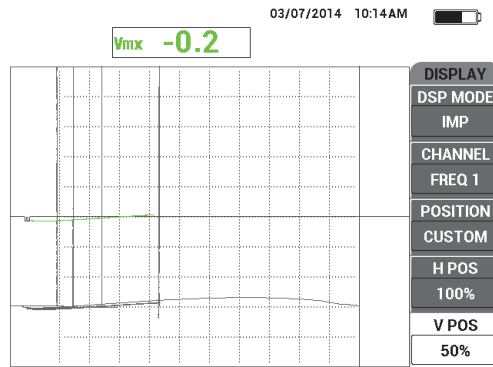

図 5-44 基準となる垂直マークを使用した厚さ評価
8. 基準となる垂直マークを使って、次の塗装の厚さの測定値を評価します (160 ページの図 5-44 を参照)。